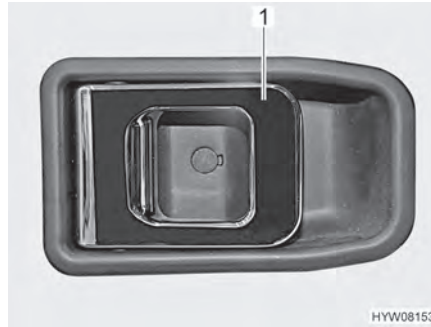

Fig. 31 Cerradura de la puerta (puerta del conductor interior)
- Abrir:** ■ Tirar del tirador (Fig. 31,1). Se desbloqueará o bien abrirá la cerradura de la puerta.
- Bloquear:** ■ Presionar el tirador (Fig. 31,1). La cerradura de la puerta está bloqueada.